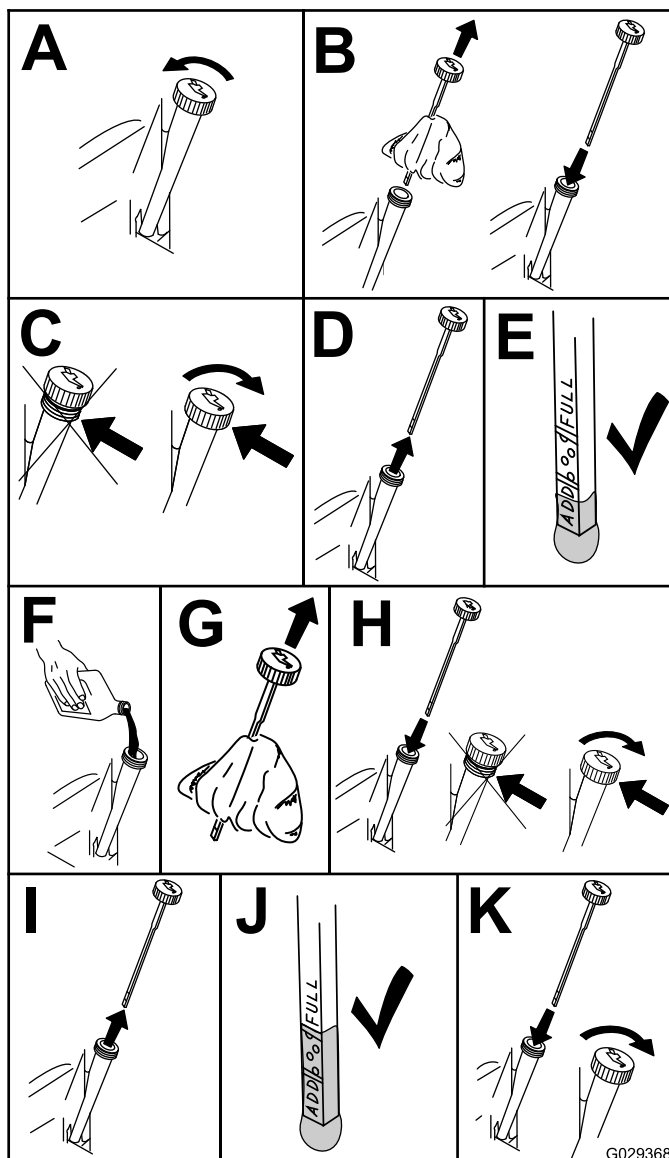

Figura 29
- Verifique o nível de óleo do motor (Figura 29).